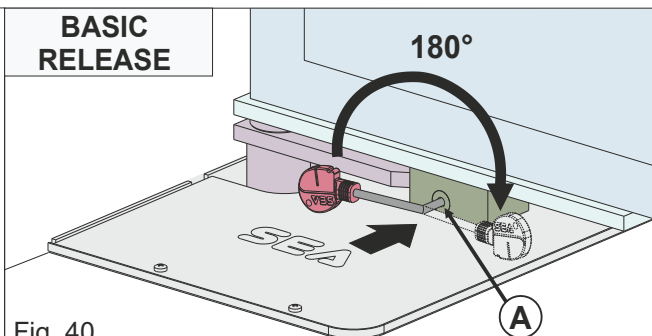

Fig. 40
- steek de meegeleverde inbussleutel in de gleuf "A" en draai 180° naar het midden van de poort (Fig. 40)